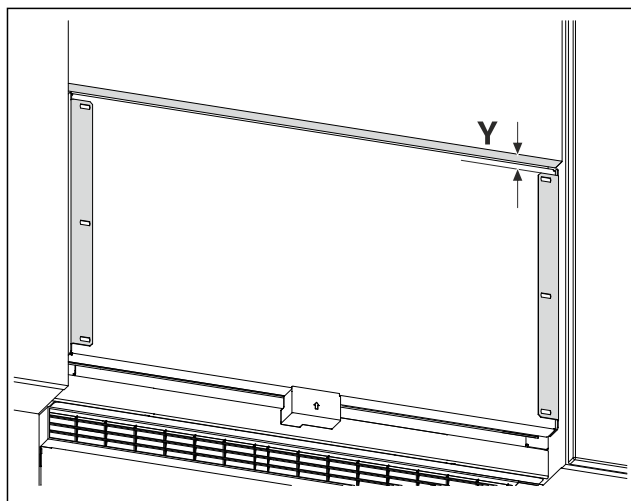

Fig. 25 Beispielhafte Darstellung
- Abstand Fig. 25 (Y) von Unterkante Möbeltür zum Haltewinkel messen.